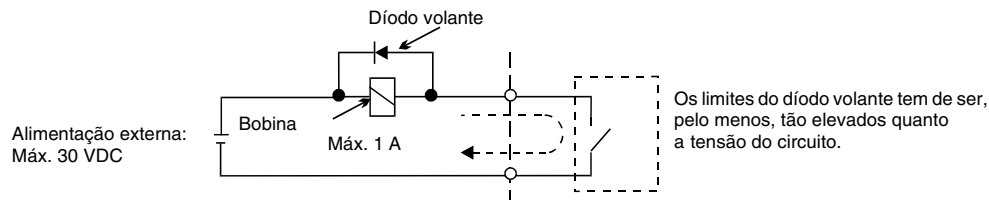

Fig 6 Ligação do diodo volante
*3. Quando estiver a propulsionar uma carga reactiva, como uma bobina de relé com fonte de alimentação DC, insira sempre um diodo volante conforme mostrado na Fig 6